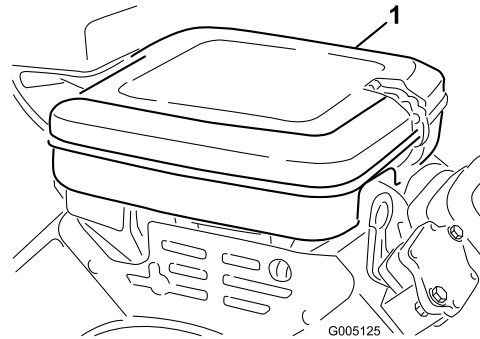

Figura 46
1. Rilasciate i fermagli di bloccaggio e rimuovete il coperchio del filtro dell'aria (Figura 46). Pulite accuratamente il coperchio.